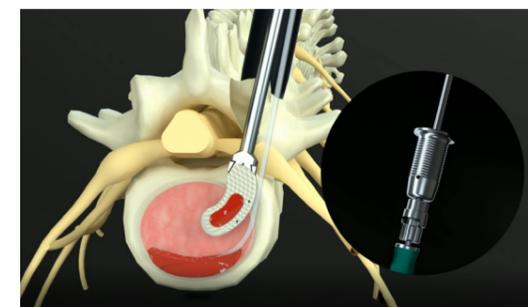

图 10a
- 检查扳手与融合器的连接，将融合器植入椎间隙，确认融合器方向，融合器方向指向中线，需要使用打入器将融合器推入椎间隙（图 10a）。